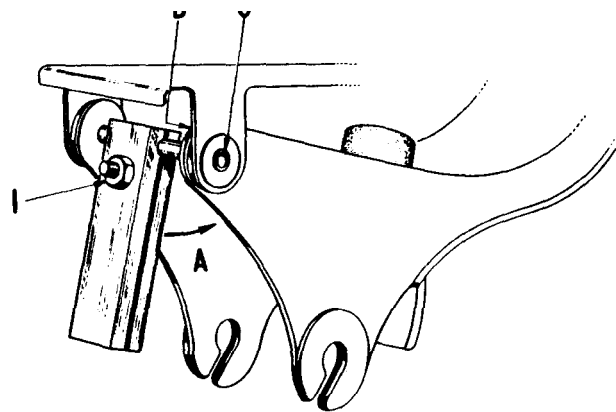

Fig. 23
8380 — REMPLACEMENT d'une CHARNIERE de COUVERCLE de MALLE - (Fig. 23)
— Clé à pipe de 14 — Etau spécial PL 9 (Fig. 23) —
- 4) Par l'intérieur de la voiture, positionner l'outil sur la goupille Mécanindus (Fig. 23) et bloquer l'écrou (1).